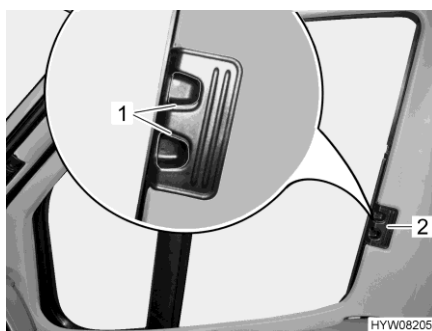

Bild 19 Plisségardin (förar-/passagerarfönster)
- Tryck in låshandtagen (Bild 19,1) och håll dem intryckta.
- Ta tag i handtaget (Bild 19,2) och dra plisségardinerna för förar- och passagerarfönstret till den andra fönstersidan och fäst med magnetrem-sorna.
- Ta tag i handtaget (Bild 19,2) till plisségardinerna för förarfönstret och passagerarfönstret och skjut in dem så långt det går.
- Släpp låshandtagen (Bild 19,1) och låt dem haka fast.